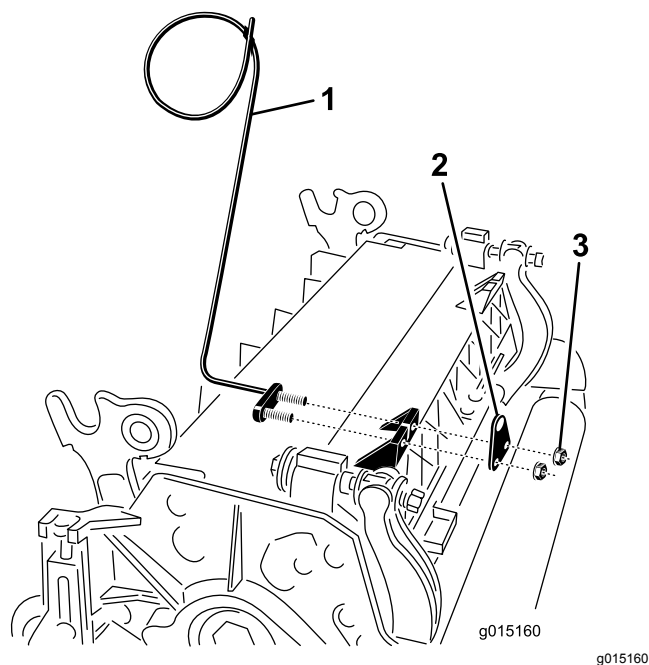

図 13
- E. カッティングユニットのタブにロッドブラケットを取り付け、キャリッジボルト2本とナットで固定する 図 11。ロッドブラケットの再取り付けを行うときに、カッティングユニットのタブの前に、左ホースガイドを取り付ける 図 13。